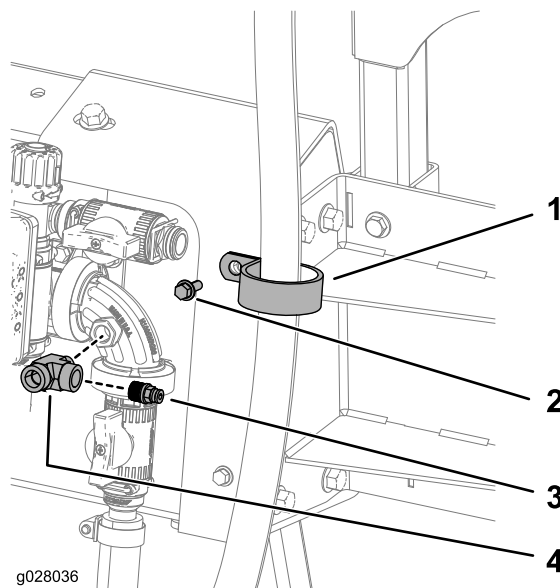

Figura 37
1. Fissate il flessibile (180 cm) alla staffa superiore servendovi di serratubi a R, bullone ($\frac{1}{4}$ -20 x $\frac{3}{4}$ ") e dado ($\frac{1}{4}$ "-20) come illustrato nella Figura 37.
2. Applicate il sigillante in PTFE alle filettature del raccordo a T e collegate il raccordo a T alla valvola di regolazione (Figura 37).
3. Applicate il sigillante in PTFE alle filettature dell'accoppiatore e collegate l'accoppiatore al raccordo a T (Figura 37).